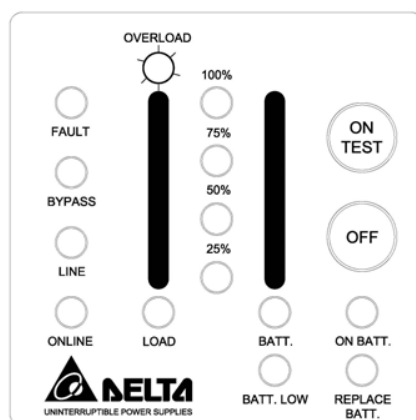

Рис. 4-8. Индикация короткого замыкания
- **КОРОТКОЕ ЗАМЫКАНИЕ.** При коротком замыкании на выходе ИБП в режимах двойного преобразования или работы от батареи ИБП отключает выходное реле, и питание на выходные разъемы не подается. Загорается индикатор «FAULT» (АВАРИЯ) и подаётся непрерывный звуковой сигнал. После устранения короткого замыкания ИБП возобновляет подачу питания в нагрузку. При возникновении короткого замыкания в режиме байпаса срабатывает встроенный входной автоматический выключатель и ИБП отключается. См. рис. 4-8.